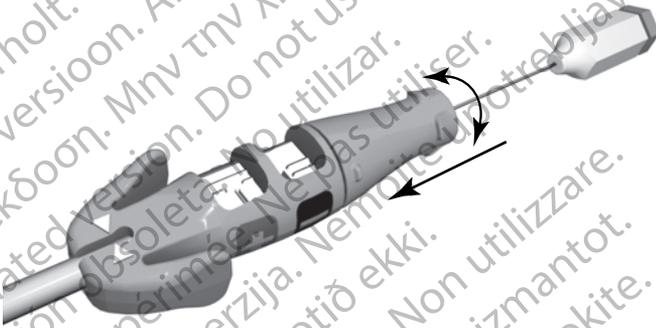

Figura 5. Cabezal de fijación de la herramienta de conexión encajado
1. Sujete la herramienta de conexión y el molde de la funda del terminal. Para encajar el cabezal de fijación en el extremo terminal del conector, empújelo hacia el cuerpo de la herramienta de conexión de modo que no quede hueco. Gire el cabezal de fijación en sentido horario para extender la hélice o antihorario para retraerla. Observe que la hélice se extiende y se retrae (Figura 5 Cabezal de fijación de la herramienta de conexión encajado en la página 20).